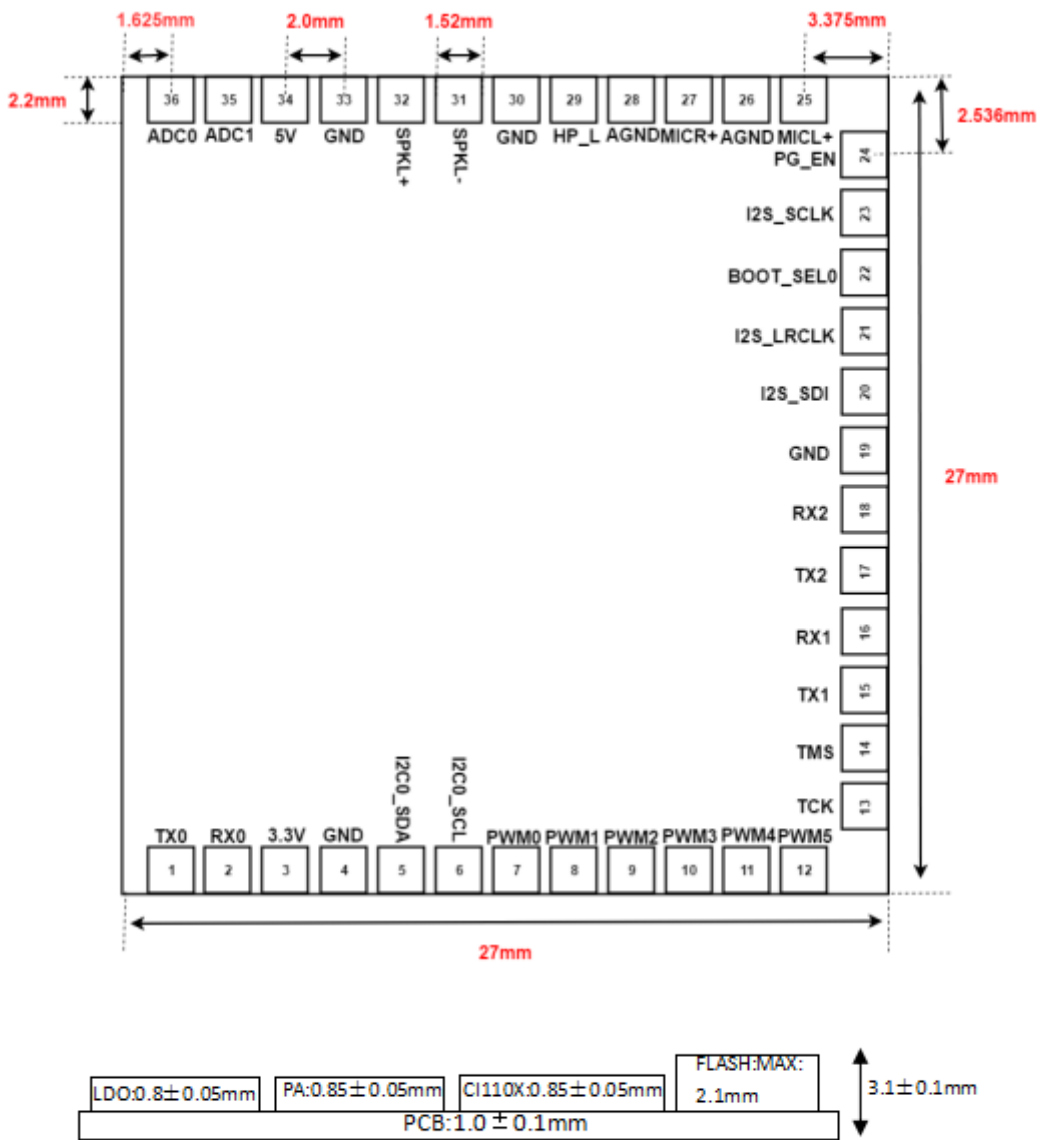
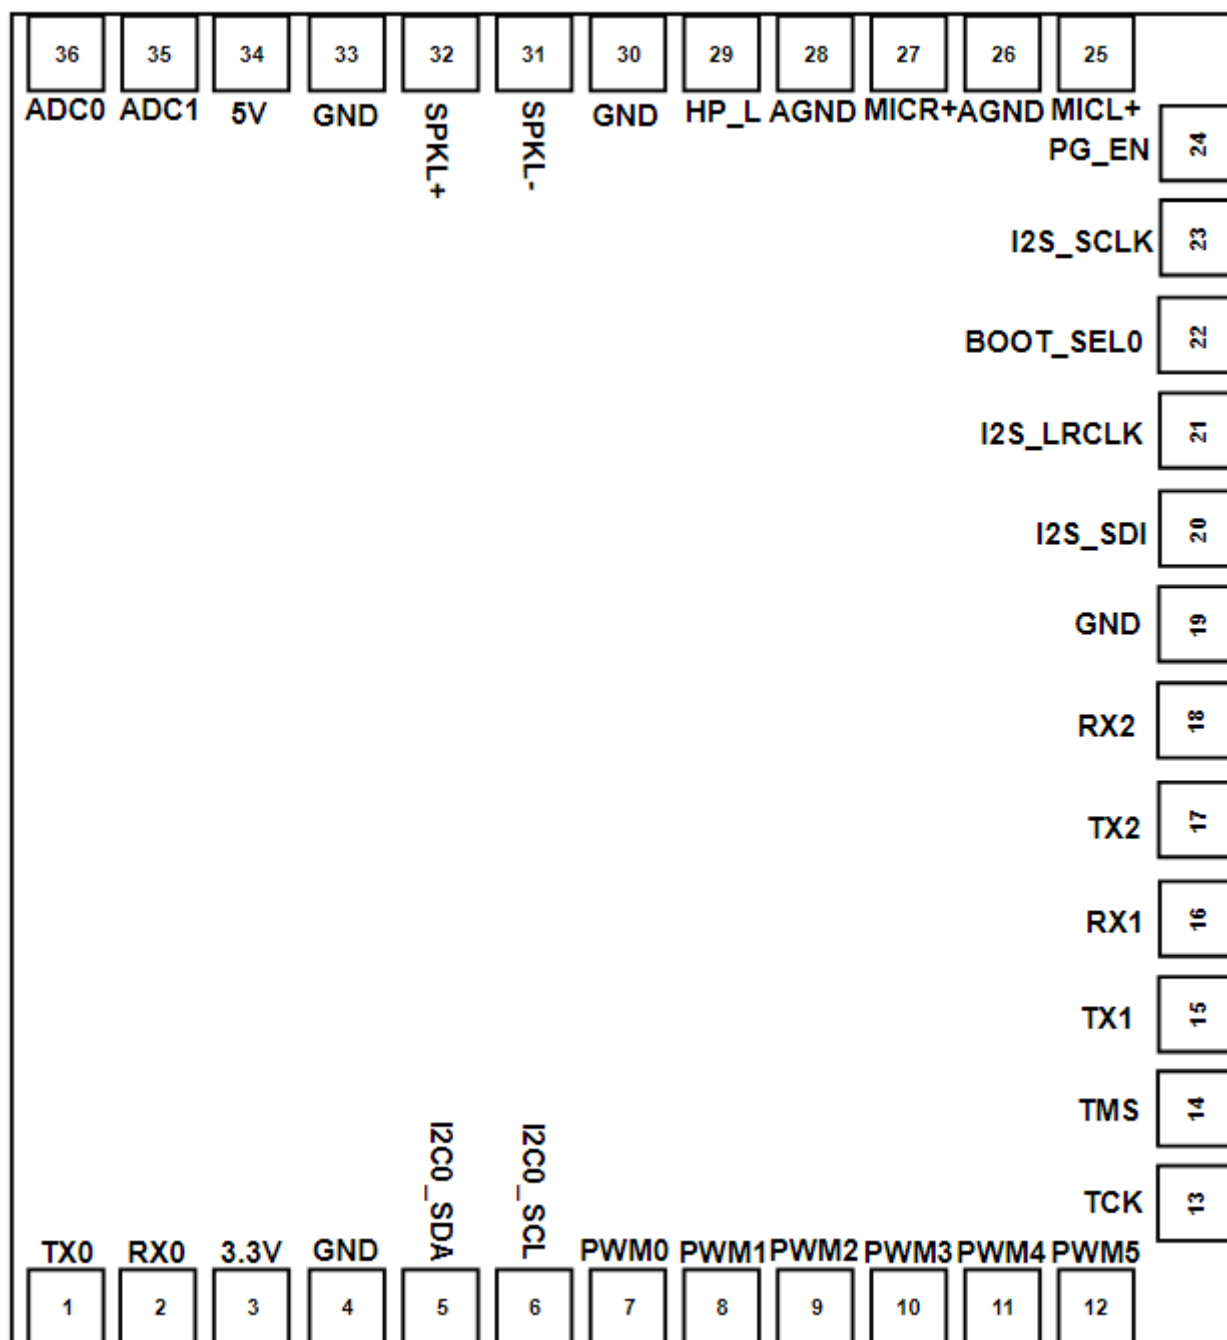

图5 模块尺寸图
图6 模块引脚图
如图5所示，模块形状为正方形，尺寸为27mm* 27mm ，PCB板厚为1.0 ±0.1mm ，模块高度为3.1 ±0.1mm ，用户可根据此尺寸设计结构。
3. UART0接口可用于模块固件升级，底板上请设计对应的插针方便后续升级；UART1接口与主控MCU通讯，PWM 信号主要应用于灯控和红外控制信号的收发，引脚顺序请参考图5和图6。本模块的所有UART接口均可配置为GPIO口。模块全部对外引脚的功能描述如表1所示：